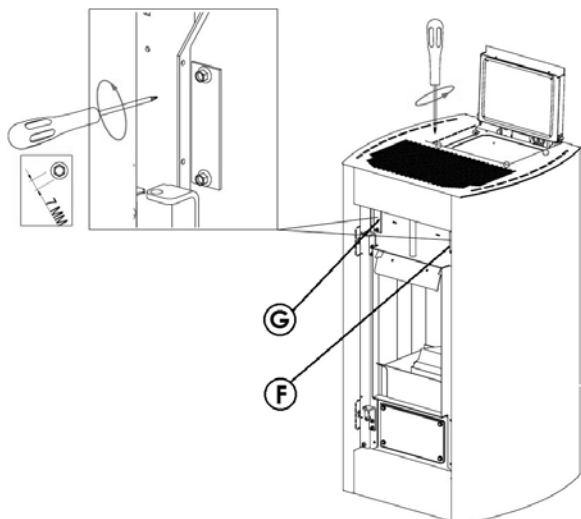

Fig. 91 - Retrait des plaques
- Quand le poêle est froid, ouvrir la porte, retirer la plaque « F » en enlevant les deux vis (voir **Fig. 91**).